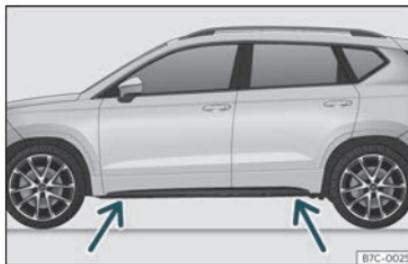

Fig. 35 Points de prise du cric.
- Recherchez sur le bas de caisse la marque du point d'appui du cric (zone renforcée) le plus proche de la roue à changer » » fig. 35 .